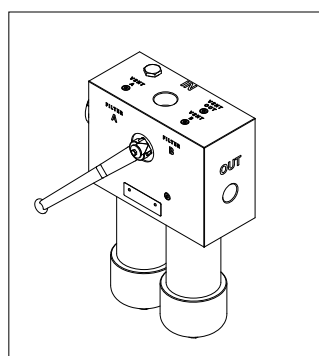

fig. 1
- (Fig. 1) Stabilire quale lato del filtro è in funzione (LATO ESAUSTO) riferendosi alle indicazioni riportate sul fronte della testata. La leva di commutazione è orientata sul lato del filtro che non è in funzione (LATO NUOVO).